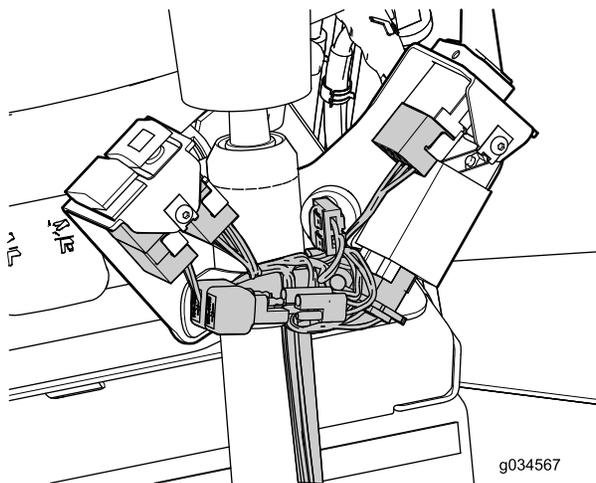

Figura 22
9. Ligue os conectores para o módulo de piscas, buzina, luzes de mudança de direção e interruptores de perigo (Figura 22).